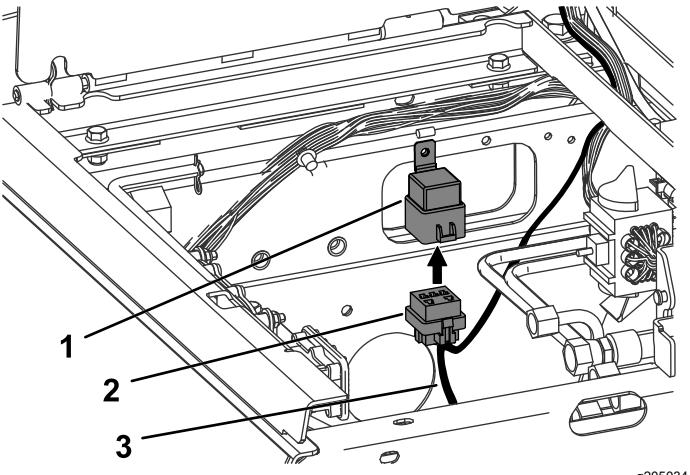

Figura 27
8. Ligue o conector do relé ao relé, como se mostra em Figura 27.